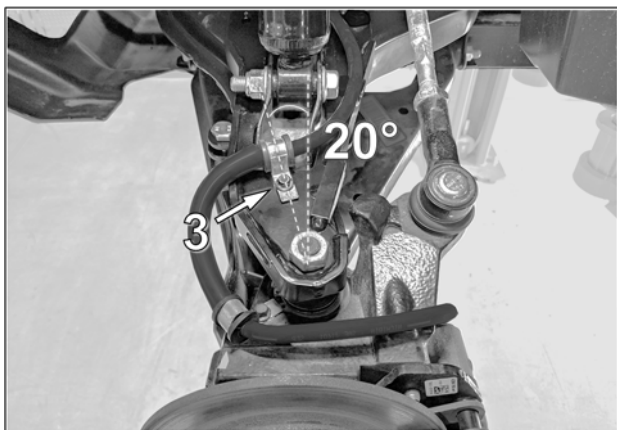

Fig. 24
12. Pivoter la bride de boyau de frein de 20° par rapport à la position d'origine et réinstaller le boulon (3) de fixation. Voir la Fig. 24.